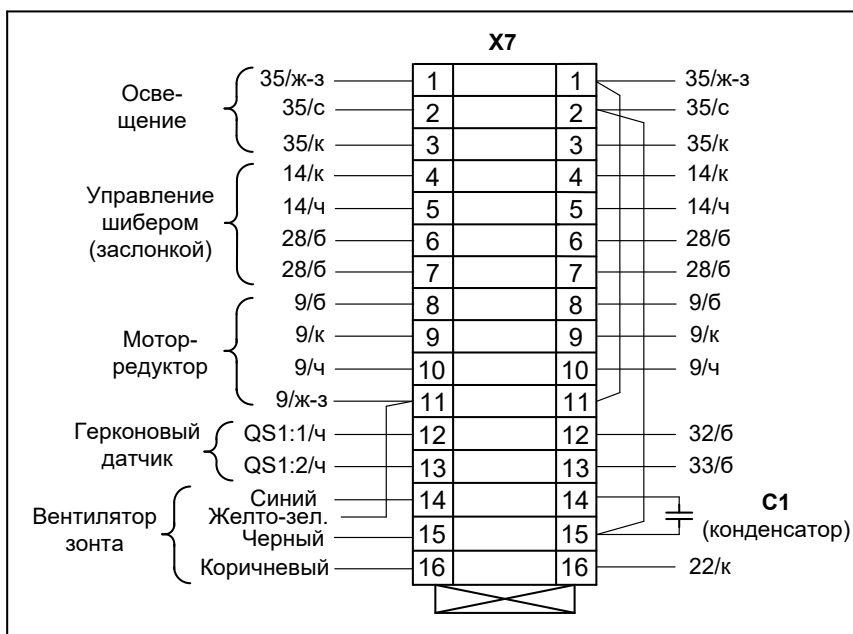

Рис. 5 - Схема подключения в клеммной коробке
- Подключить провода освещения 35/к, 35/с и 35/ж-з к клеммным зажимам согласно рис. 5, предварительно пропустить гофр с проводами через гермоввод;
- Подключить провода управления шибером (заслонкой) 14/к, 14/ч, 28/б и 28/б к клеммным зажимам согласно рис. 5, предварительно пропустить гофр с проводами через гермоввод;
- Подключить провода мотор-редуктора 9/б, 9/к, 9/ч и 9/ж-з к клеммным зажимам согласно рис. 5, предварительно пропустить гофр с проводами через гермоввод;
- Подключить провода датчика геркона OS1:1/ч и OS1:2/ч к клеммным зажимам согласно рис. 5, предварительно пропустить гофр с проводами через гермоввод;
- Подключить провода вентилятора зонта к клеммным зажимам согласно рис. 5, предварительно пропустить шнур с проводами через сальник;